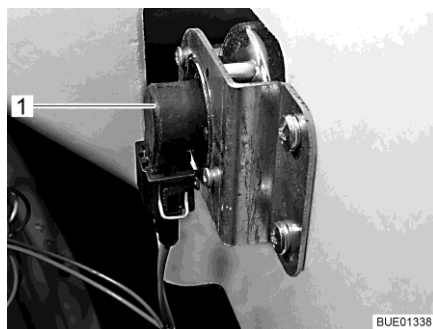

Fig. 214 Indicateur de direction
- Placer la main derrière le support de l'ampoule (Fig. 214,1).